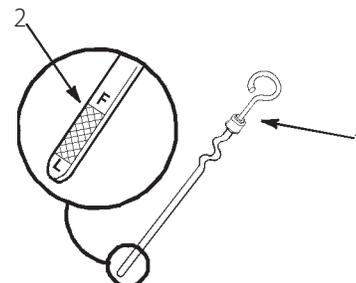

図 12
3. ディップスティック (図12) を抜き、先端部をウェスで拭う。
4. ディップスティックを根元まで確実に差し込む。ディップスティックを抜き取り、オイルの量を見る (図12)。オイルの量が不足している場合は、Full マークまで、補給口から少量ずつゆっくりと補給する。